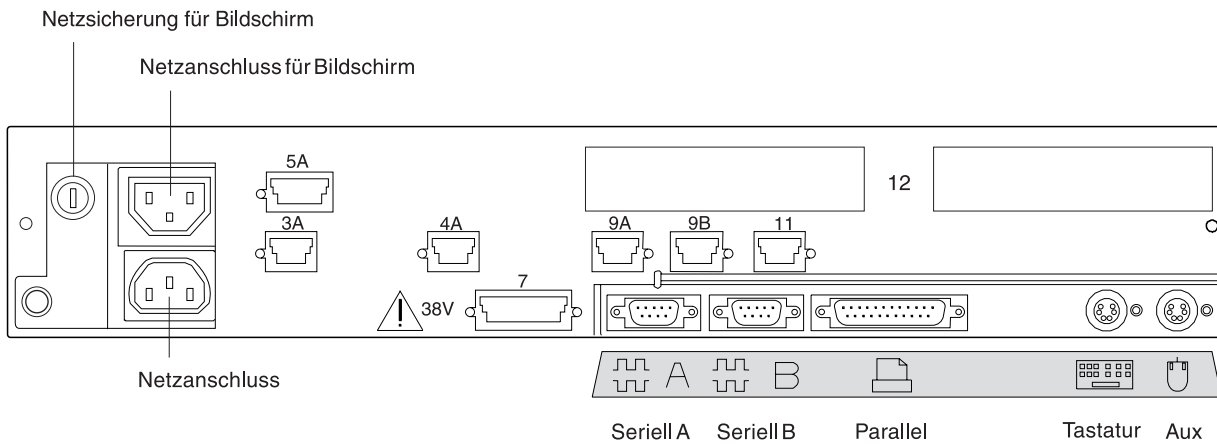

Abbildung 85. Rückseite der Datenkasse IBM 4693-3x1
- In Abb. 85 die Buchsen, an die die Kasseneinheiten angeschlossen werden sollen, durch ein X kennzeichnen: